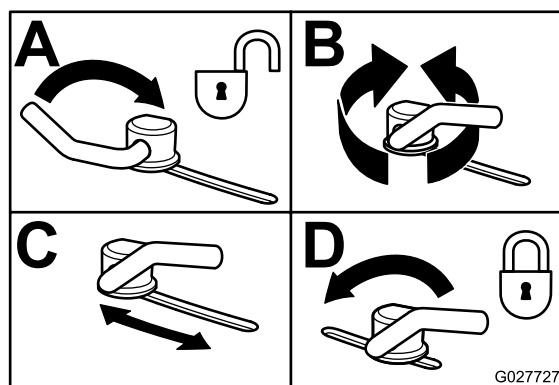

Figura 29
3. Para ajustar los bloques de leva, levante la palanca para aflojar el bloqueo de leva (Figura 29).
5. Devuelva la palanca a su posición original para apretar el deflector y los bloques de leva (Figura 29).